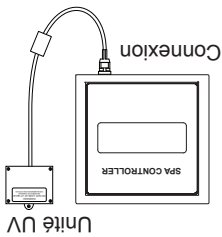

Figure 2
1. Mettre le disjoncteur du spa hors tension. **VI-DANGER DE VOTRE SPA.** Débrancher le système CLEARRAY du panneau de contrôle, Figure 2.